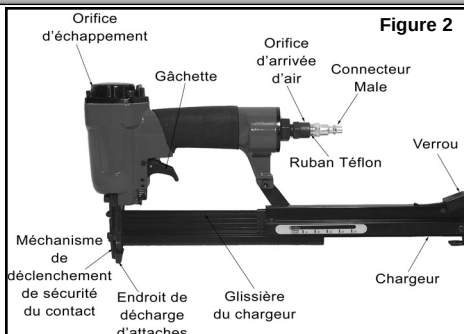

Figure 2
- Installez un connecteur mâle de 6,3 mm (1/4 po) NPT (non inclus) dans l'orifice d'arrivée d'air de l'outil (voir figure 2). **Remarque : utilisez du ruban Téflon® sur toutes les connexions filetées.**